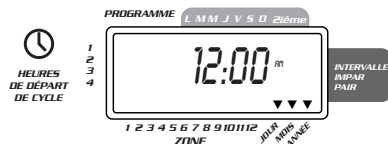
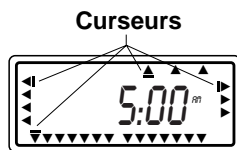

FIGURE 3: Affichage LCD avec informations
FIGURE 4
- Positionner le commutateur sur **HEURE/DATE** [Voir figure 3].
- **12:00** apparaîtra sur l'écran avec trois flèches pointant sur l'année (A), le mois et le jour.
- Un curseur clignotant apparaîtra au-dessus de la flèche représentant l'année, le mois ou la date lors de la programmation [voir figure 4].